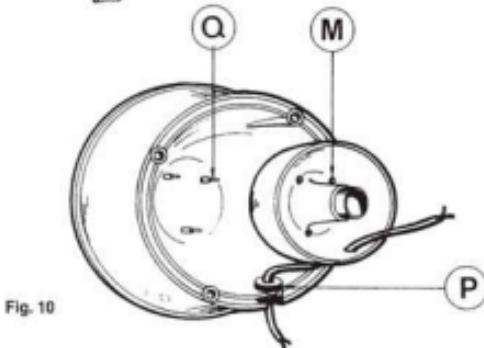

Fig. 10
m) Posizionare l'ugola G all'interno della tromba H, verificando che le sporgenze di posizionamento Q all'interno della tromba H entriano nei fori M (fig. 10).
m) Place the first part of the horn G inside the horn H checking that the positioning blocks Q inside horn H slip into holes M (fig. 10).
m) Placer le cône G à l'intérieur du pavillon H, vérifier que les saillies de mise en place Q à l'intérieur de pavillon H entrent parfaitement dans les trous M (fig. 10).